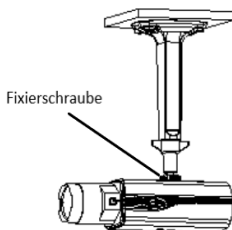

Abbildung 2-3 Kamera befestigen
2. Schrauben Sie die Kamera auf die Halterung und ziehen Sie die Fixierschraube fest, wie in Abbildung 2-3 gezeigt